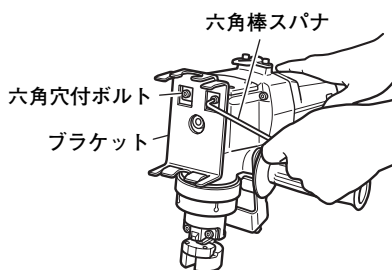

図 15
- (1) ブラケットを機体前面に六角穴付ボルト（2 本）で取付けます。（図 15）